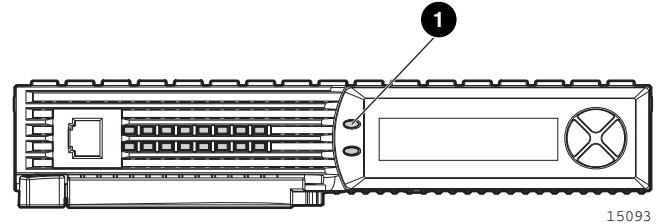

図 1: コントローラの障害インジケータ
- コントローラの障害 LED (図 1、①) を確認します。LED が点灯している場合は、障害を示します。
- コントローラの障害 LED（図 1、❶）を確認して LED が消灯していること。未読のエラー ログ メッセージにより LED が点灯したままになることがあります。対応済みのすべてのエラー メッセージが削除されたことを確認してください。